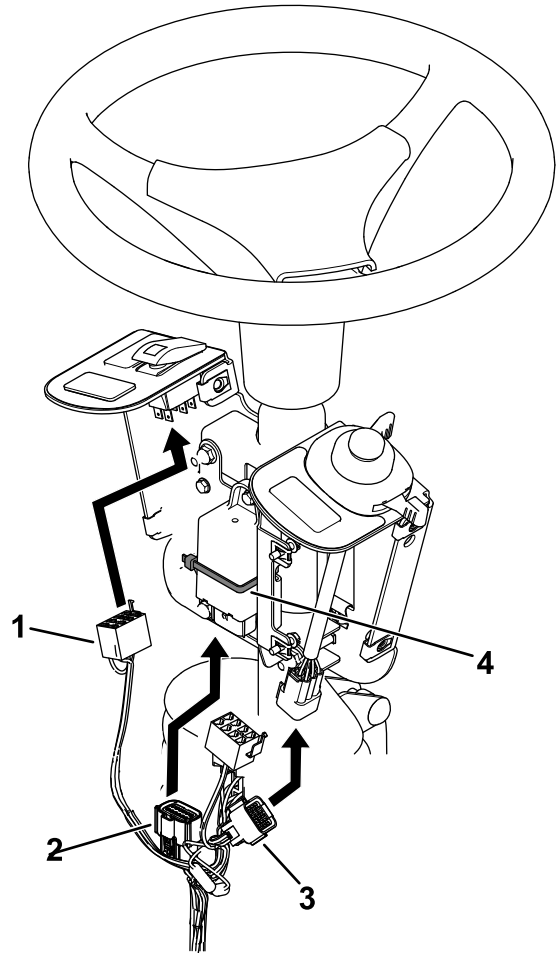

**Figura 6**
4. Instale el intermitente en la placa de montaje de los fusibles con un tornillo (N.º 10 × 3/8"), como se muestra en la Figura 6.